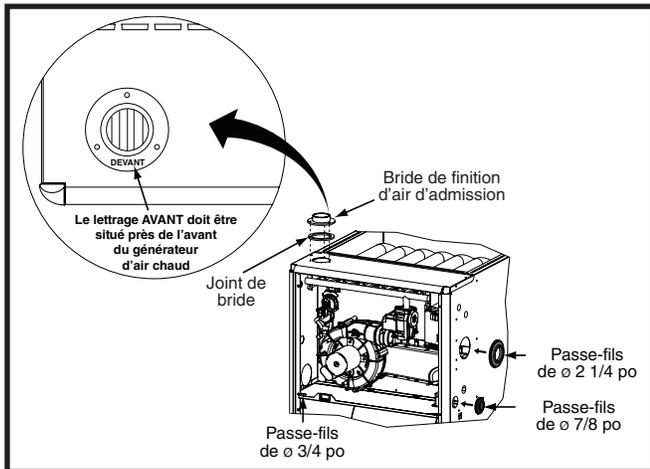
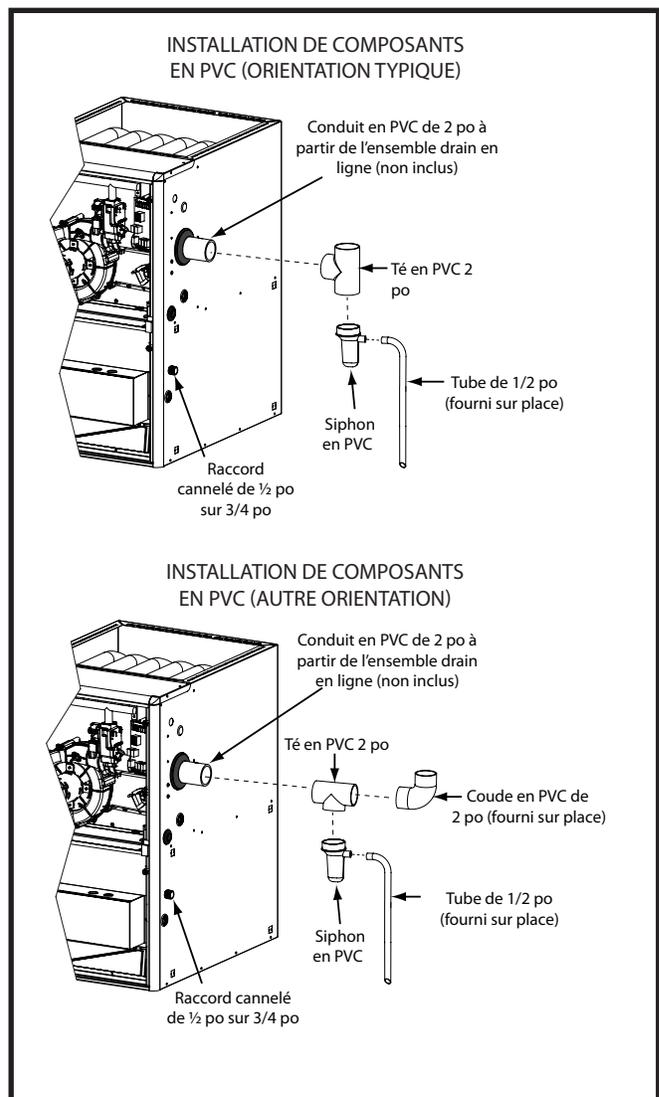

Figure 14. Bride de finition et passe-fils en caoutchouc
Figure 15. Composants en PVC
Les composants illustrés à la Figure 14 \(page 18\) et à la Figure 15 \(page 18\) sont inclus dans le sac de pièces supplémentaires fourni avec les générateurs d'air chaud \*TE/\*TN. Selon le type d'installation, certains de ces composants sont facultatifs et peuvent ne pas être utilisés. Veuillez vous reporter aux descriptions et aux figures d'accompagnement pour installer ces éléments.
2. Placer la bride de finition sur le dessus du joint d'étanchéité de bride. **REMARQUE** : S'assurer que la bride est bien orientée de façon à ce que le lettrage AVANT soit situé à proximité de l'avant du générateur d'air chaud, comme indiqué à la Figure 14.
Le passe-fils en caoutchouc de 2 1/4 po est utilisé pour assurer l'étanchéité de l'ouverture entre l'armoire du générateur d'air chaud et le conduit d'évent en PVC de 2 po. Il faut installer le passe-fils en caoutchouc dans le trou de 3 po avant de sortir le conduit d'évent de l'armoire. Aucun produit d'étanchéité n'est requis. Consulter la Figure 14.
- Le conduit en PVC de 2 po illustré à la Figure 15 n'est pas fourni dans le sac de pièces supplémentaires.
Le té et le siphon en PVC de 2 po sont utilisés lorsque l'inducteur est orienté pour faire sortir l'évent du côté gauche ou du côté droit de l'armoire du générateur d'air chaud. Consulter la Figure 15.
1. Installer le té en PVC à la verticale sur le conduit d'évent de 2 po qui sort par le côté de l'armoire. Coller les deux éléments ensemble de façon permanente au moyen de l'apprêt et de la colle appropriés. Se reporter à l'orientation typique illustrée à la Figure 15.
1. Installer le té en PVC à l'horizontale sur le conduit d'évent de 2 po qui sort par le côté de l'armoire. Coller les deux éléments ensemble de façon permanente au moyen de l'apprêt et de la colle appropriés. Se reporter à l'autre orientation illustrée à la Figure 15.